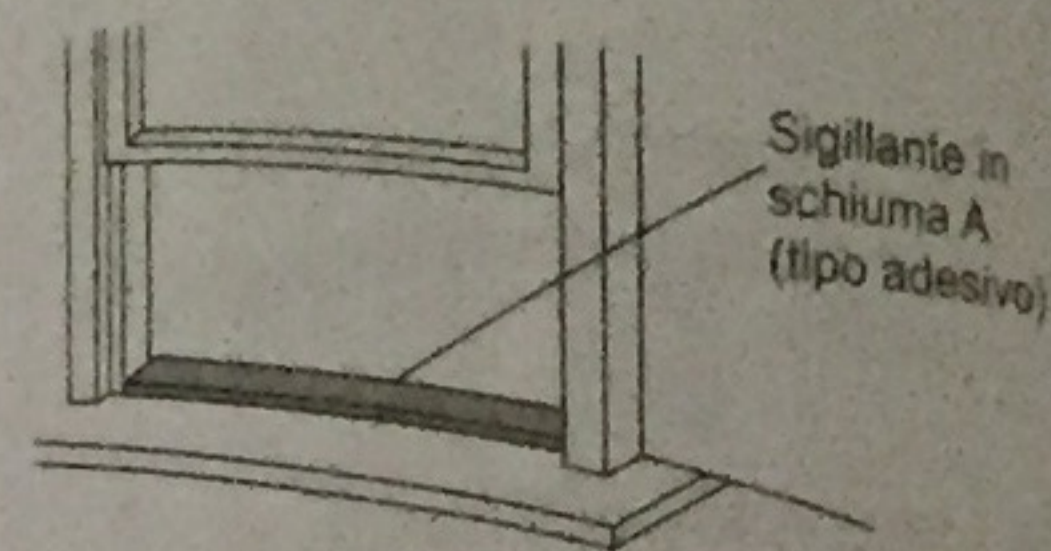

Fig.10
1. Tagliare il sigillante in schiuma (tipo adesivo) della lunghezza adeguata e attaccarlo al davanzale della finestra. Fig.10